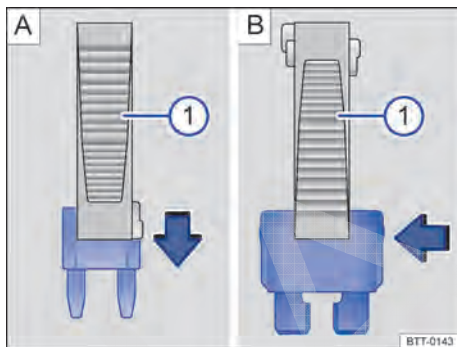

Fig. 169 Remover ou instalar um fusível com a garra da pinça de plástico .
- Se necessário, retirar a pinça de plástico ⇒ Fig. 169  do suporte. O suporte se encontra na parte traseira da caixa de fusíveis perto da tomada de conexão para diagnóstico.
- Em caso de *fusíveis pequenos*, encaixar a garra  por cima ⇒ Fig. 169 A.
- Em caso de *fusíveis maiores*, empurrar a garra  lateralmente sobre o fusível ⇒ Fig. 169 B.